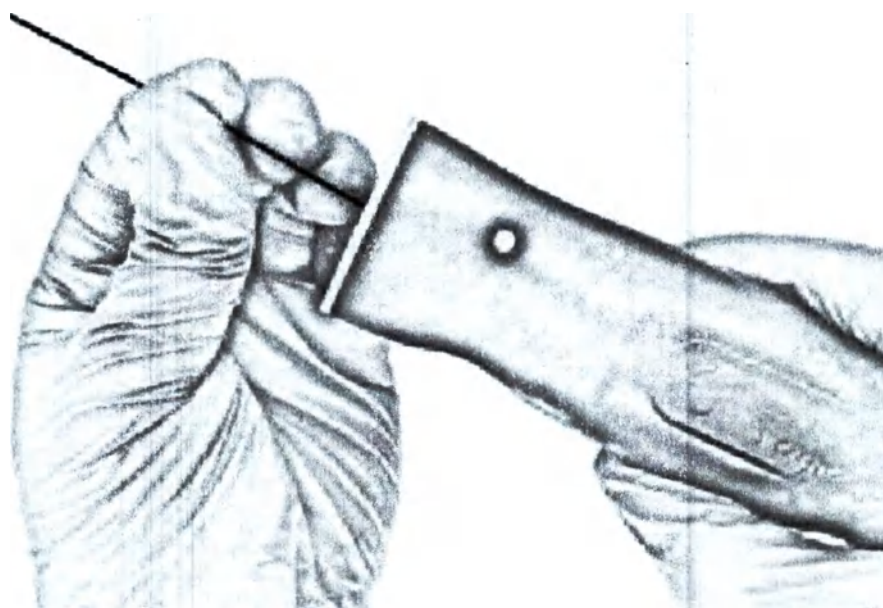

Рис. 3. Вставьте проксимальный конец совместимого имплантата в контроллер для открепления спиралью Deromper
(3) Подсоединить проксимальный конец толкателя доставки спирали к контроллеру для открепления спиралей Deromper, плотно вставив проксимальный конец толкателя доставки спирали в воронку контроллера для открепления спиралей Deromper, как показано на Рис. 3.